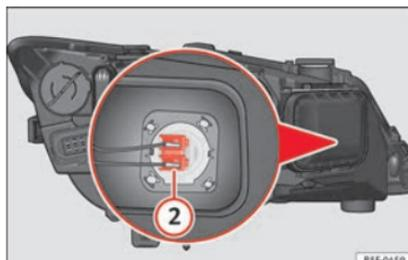

Abb. 211 Fernlichtleuchte.
- Drücken Sie den Stecker » **Abb. 211 ②** seitlich nach links und ziehen Sie.